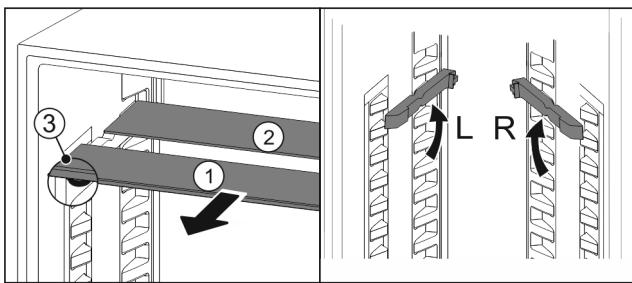

Fig. 56
- Посуньте Fig. 56 (1) скляну панель вперед.
- Скляна панель Fig. 56 (1) з декоративною планкою лежить спереду.
- Стопори Fig. 56 (3) показують вниз.